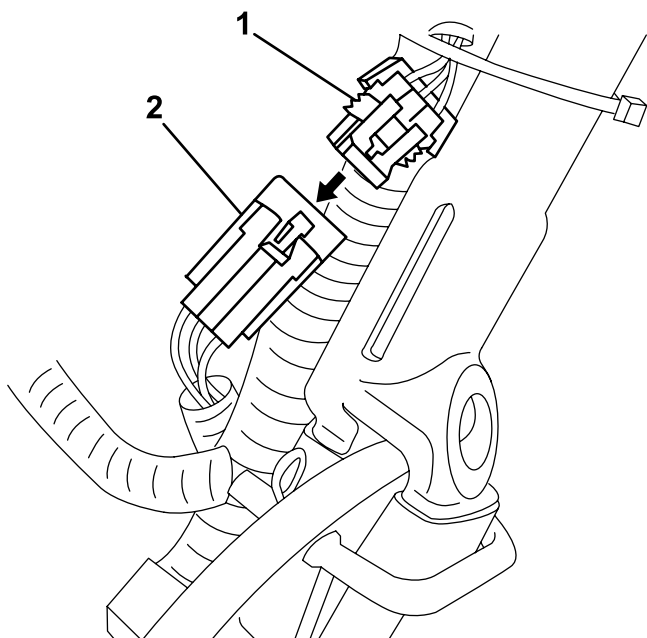

Bild 10
3. Schließen Sie den kleinen Anschluss am Pack zum Maschinenkabelbaum vom Hauptkabelbaum ab (Bild 10).